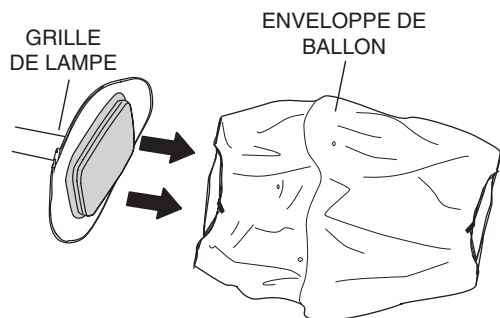

Figure 42. Retrait de l'enveloppe du ballon
2. Faire glisser l'enveloppe du ballon usée (Figure 42) sur le dessus de l'ensemble de protection de la lampe.